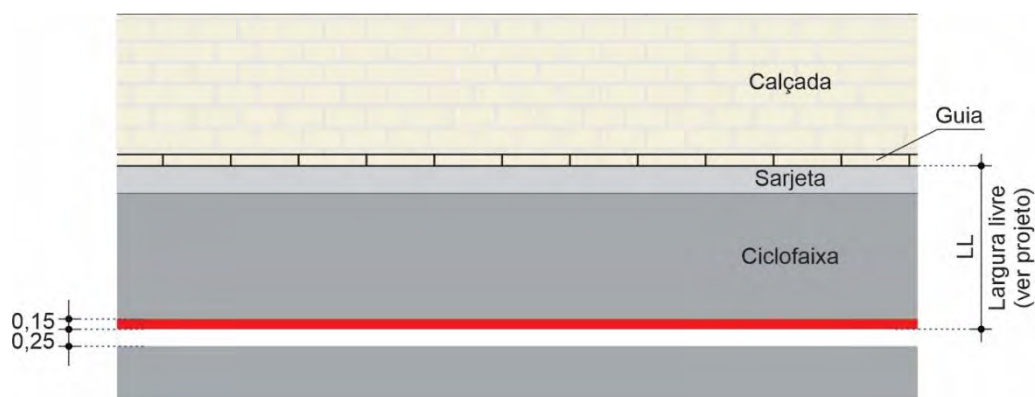

Figura 3
a) com a Largura livre – LL da ciclofaixa, contada a partir do limite da guia (meio fio), até o fim da pintura de contraste vermelha, Figura 3;